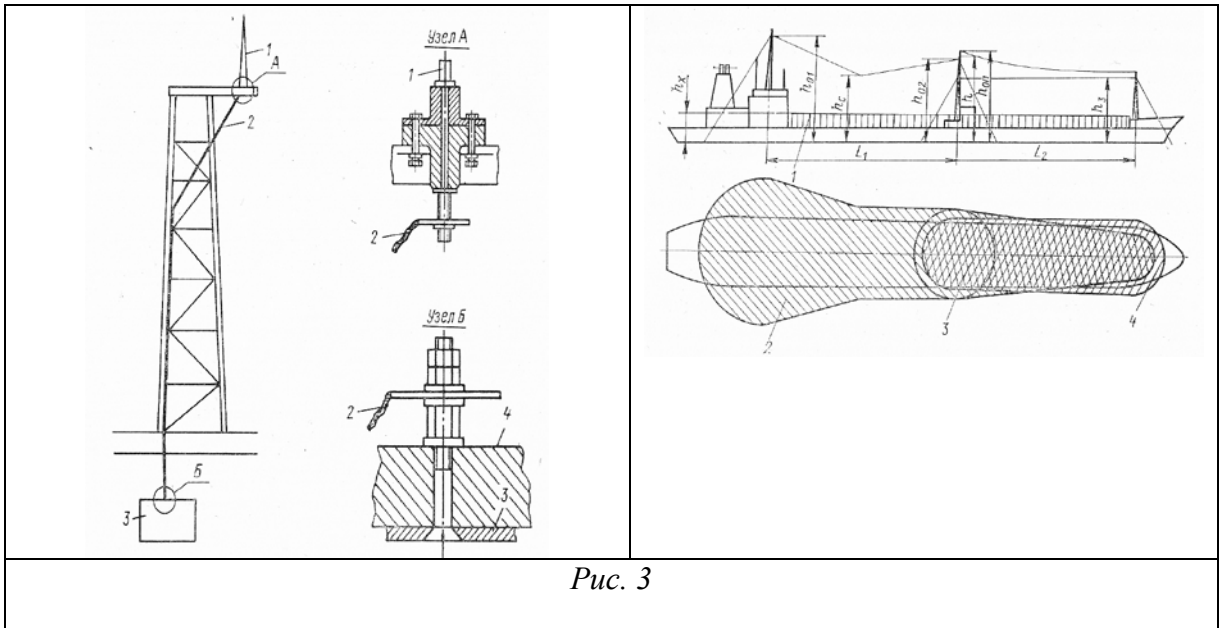

Рис. 3
- Назвать элементы судового молниеотводного устройства, их назначение, особенности подключения, назвать зоны молниезащиты на судне (рис.3)